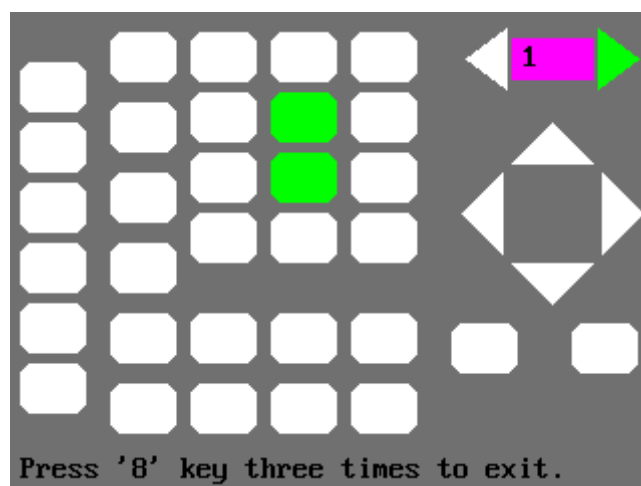

图 2-32 键盘测试界面
- 屏幕底端显示“Prss ‘8’ Key Three Times to exit”的提示信息表示按数字按键“8”3次退出测试。如图 2-32 所示: